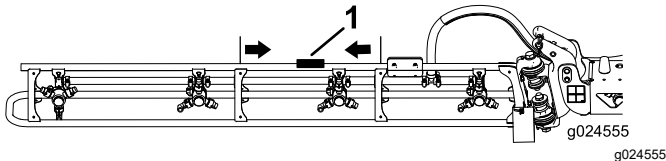

Bild 29
1. Suchen Sie die Mitte eines äußeren Auslegers, zwischen den Halterungen, wie in Bild 29 dargestellt.